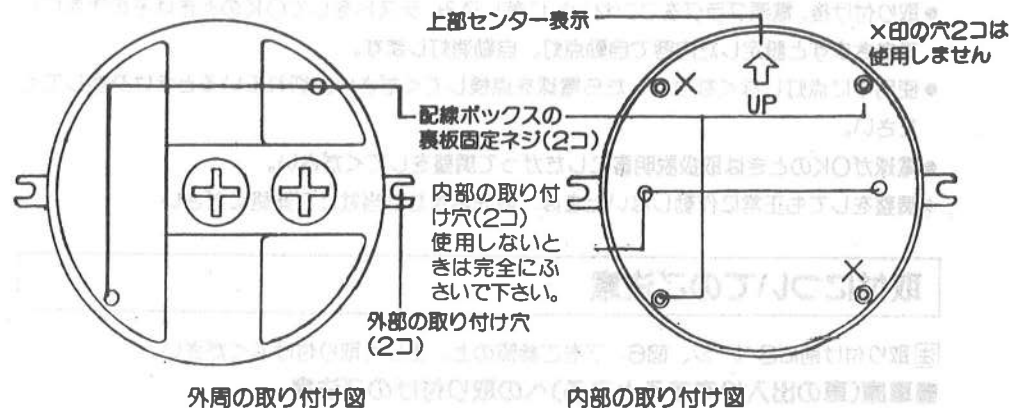

図6
■取付穴について (図6を参照)
☞ 取り付け前に8ページ、図6、7をご参照の上、正しく取り付けてください。